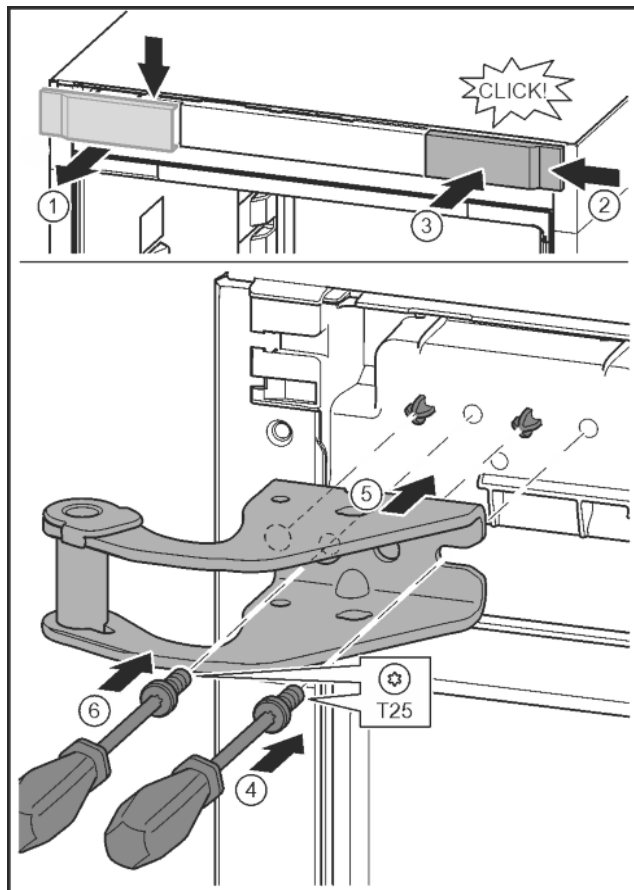

Fig. 16
- ▶ Kryt uvolněte a sejměte do strany. Fig. 16 (1)
- ▶ Kryt otočený o 180° zavěste na druhé straně zprava. Fig. 16 (2)
- ▶ Zaklapněte kryt. Fig. 16 (3)
- ▶ Šroubovákem T25 nasadte šrouby. Fig. 16 (4)
- ▶ Nasadte horní stojan ložiska. Fig. 16 (5)
- ▶ Utáhněte šroub. Fig. 16 (4)
- ▶ Šroubovákem T25 vložte šroub a utáhněte. Fig. 16 (6)